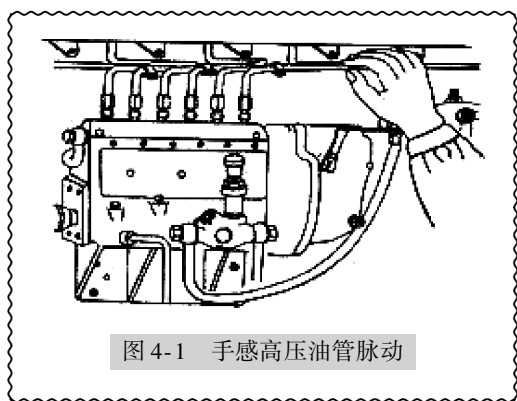

图 4-1 手感高压油管脉动
(3) **脉动法** 在发动机运转过程中，用手紧捏在高压油管上，感觉喷油泵压油时的脉动情况，以此诊断各缸的工作情况。如图 4-1 所示。